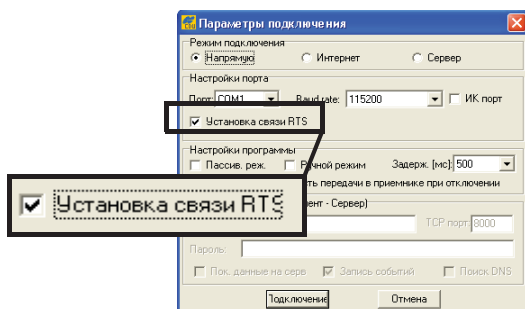

Рис. 3-40. Параметры подключения – настройки интерфейса MINTER
3. В окне *Параметры подключения* поставьте флажок в окне RTS/CTS для разрешения квитирования (Рис. 3-40).